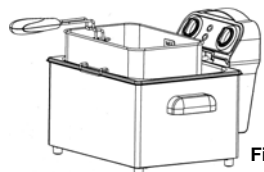

Fig. 6
4. Soulevez le panier à friture à l'aide de sa poignée. Placez-le sur le réservoir d'huile et laissez les aliments égoutter pendant une minute. (Fig. 6)